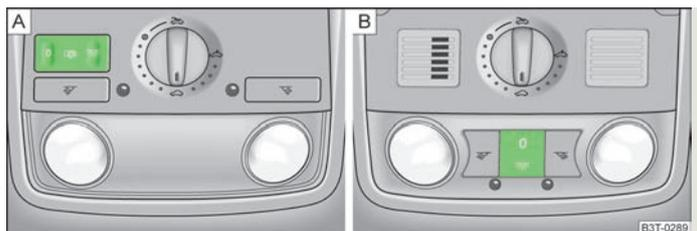

Fig. 39 Luz interior dianteira
- Pressione o interruptor na zona do símbolo ☞ » Fig. 39.
- Coloque o interruptor na posição central. Em veículos sem controlo do habitáculo, a posição central está assinalada com o símbolo ☞ » Fig. 39 - A.